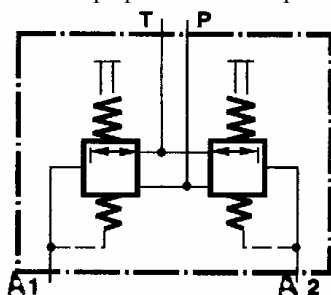

Рис. 40 Блок управления педальный
3). Блок управления III (рис. 40) – педальный двухзолотниковый с возвратом в нейтральное положение педали при снятии с нее управляющего усилия.